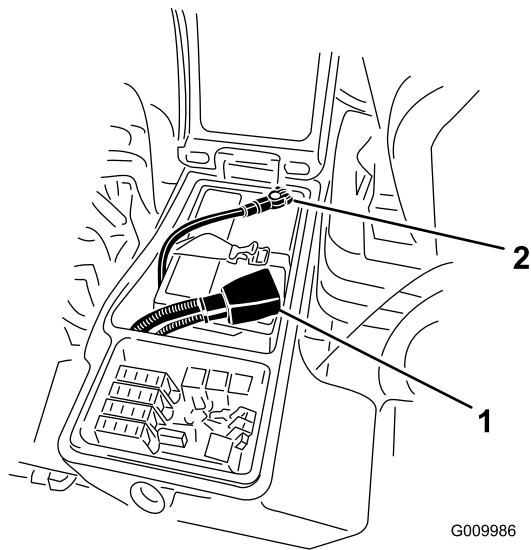

Figura 54
3. Desconecte el cable negativo (negro) del borne negativo (-) y el cable positivo (rojo) del borne positivo (+) de la batería (Figura 54).
6. Conecte el cable positivo (rojo) al borne positivo (+) y el cable negativo (negro) al borne negativo (-) de la batería (Figura 54).